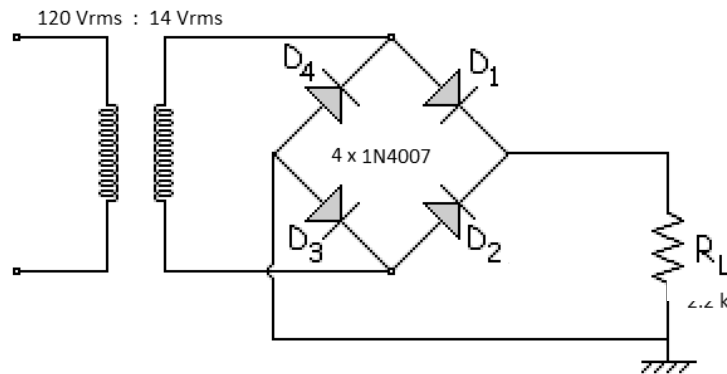

Figura 2. Rectificador de onda completa con puente de diodos
- 3.3 Para un circuito rectificador de onda completa con puente de diodos, calcular los valores pico, AC (rms) y DC (medios) de voltaje de la señal de salida. El circuito está formado por un transformador de 120 Vrms a 14 Vrms, cuatro diodos 1N4007 y una resistencia R_L como se muestra en la Figura 2. Graficar en papel milimetrado las señales de voltaje del secundario del transformador y de la salida del rectificador, detallando valores, etiquetas, escalas y leyenda.